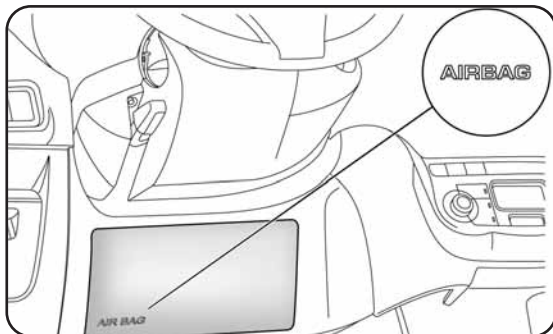

fig. 17
**AIRBAG GENOUX COTE CONDUCTEUR fig. 17**